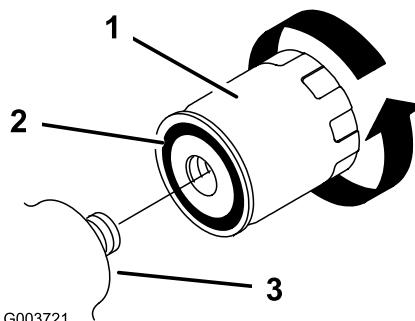

Figura 41
5. Retire el filtro usado (Figura 41) y limpie la superficie del adaptador del filtro.
6. Aplique una capa fina de fluido hidráulico a la junta de goma del filtro nuevo (Figura 41).
7. Instale el filtro hidráulico nuevo en el adaptador del filtro (Figura 41). Apriete el filtro en sentido horario hasta que la junta de goma entre en contacto con el adaptador del filtro, luego apriete el filtro 1/2 de vuelta más.